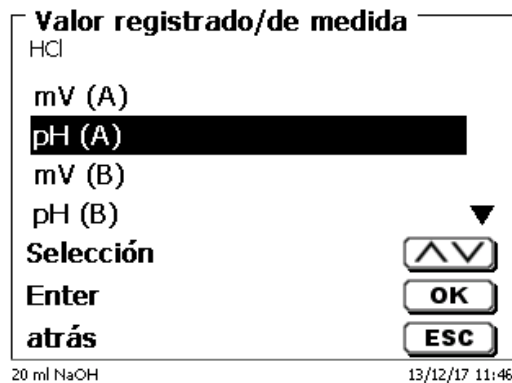

Fig. 145
Sin embargo la velocidad de medición y el fin de la titulación varían según el modo de titulación. El «**valor registrado**» se selecciona de primero. En el ejemplo se selecciona «**pH (A)**» (Fig. 145).